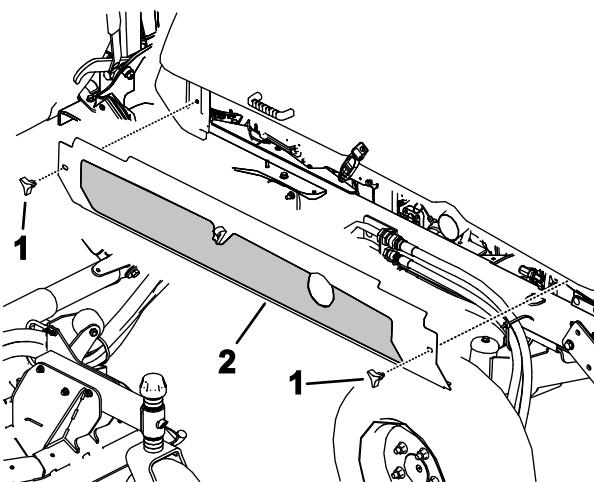

Bild 80
4. Lösen Sie die Handräder und entfernen beide Seitenabdeckungen (Bild 80).
5. Montieren Sie die seitlichen Abdeckungen (Bild 80).